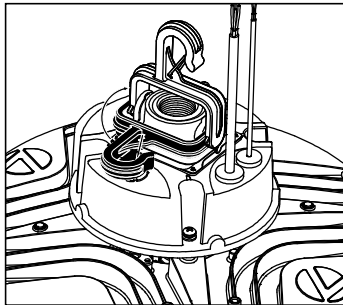

Figure 1
1.1 Installation standard (suspendu par le crochet). Soulevez le crochet en position verticale (voir la figure 1).